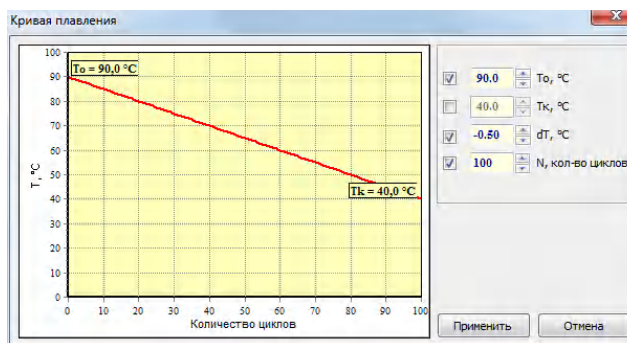

Рис.43 Инкремент по температуре для блока «Кривая плавления»
2. В соответствующей строке таблицы с программой амплификации с помощью кнопки  кнопки  открыть окно **Кривая плавления** (Рис.43) для редактирования начальных параметров этого блока.